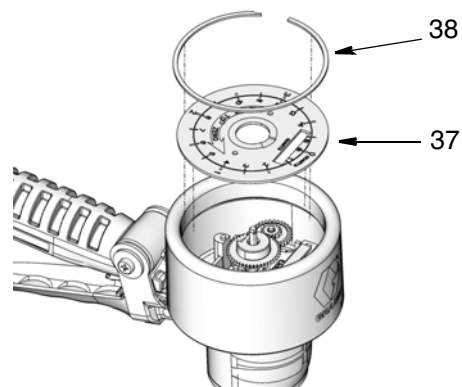

FIG. 17
5. Remova o prendedor grande de retenção (38) e, em seguida, o painel frontal (37) (FIG. 17).